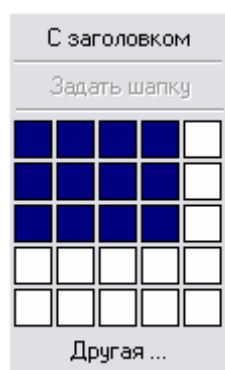
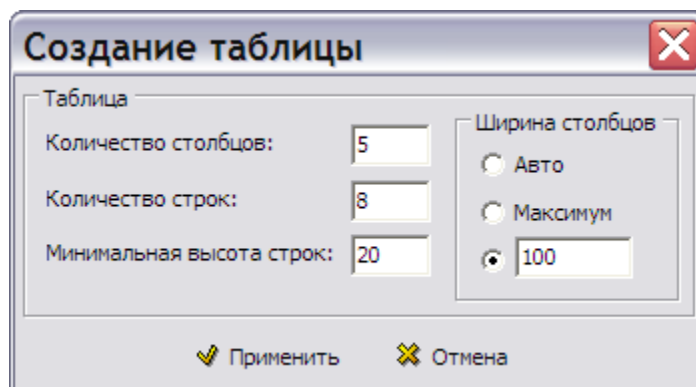

Рис. 5.55
Рис. 5.56
2. Выберите инструмент **Таблица** . При этом появится окно конфигурации таблицы (Рис. 5.55).
Если создаваемая таблица должна иметь больше строк и столбцов, чем имеется в трафарете, то в окне конфигурации таблицы нажмите на кнопку **Другая** (Рис. 5.55). При этом появится диалоговое окно **Создание таблицы** (Рис. 5.56).
Ширина столбцов задается при создании таблицы (Рис. 5.56). Для изменения ширины отдельного столбца:
Минимальная высота строки задается при создании таблицы (Рис. 5.56). Для изменения высоты отдельной строки: